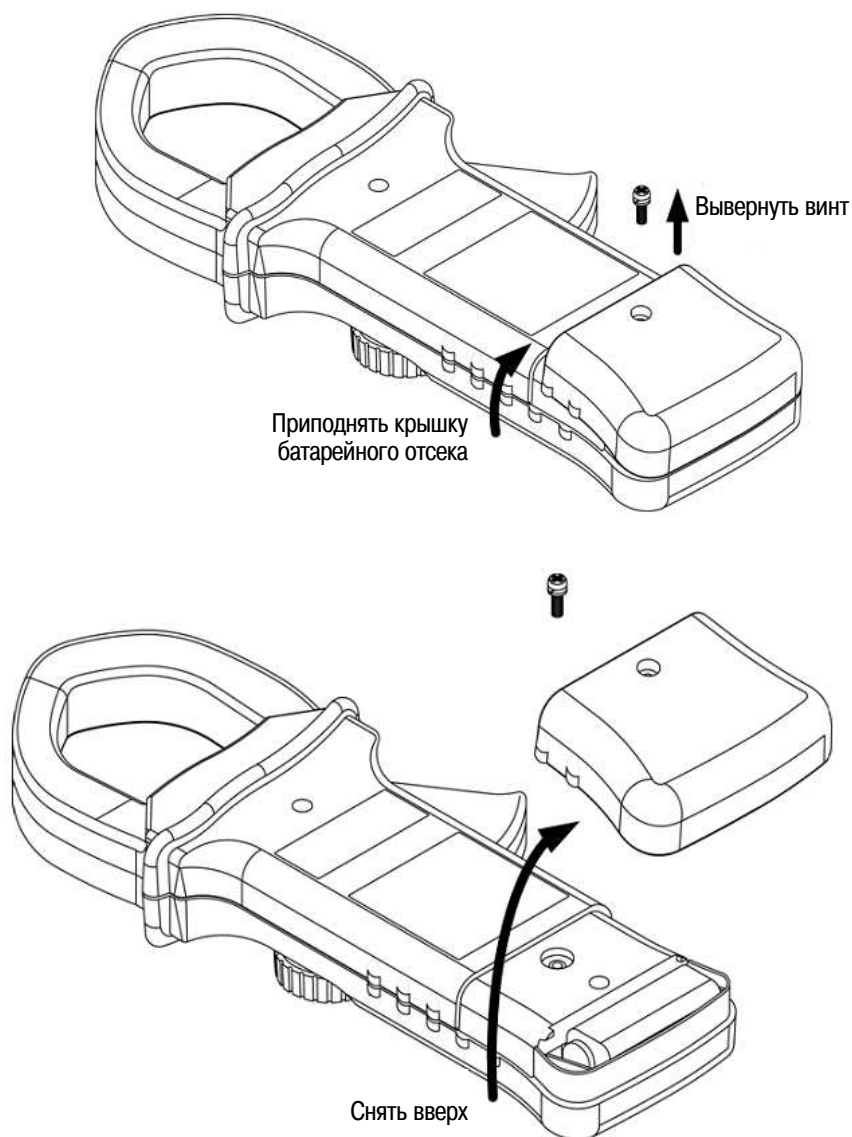

Рис. 5-1 Замена батареи питания
3. Выверните винт на крышке батарейного отсека (см. рис. 5-1 на следующей странице).